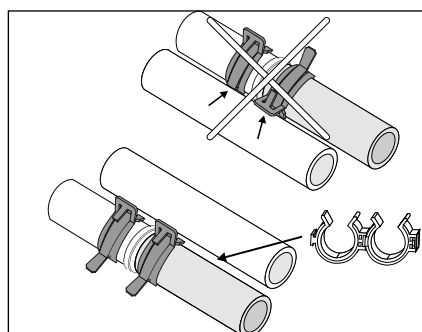

Рис. r12
- Избегайте соприкосновения зажимов с другими шлангами (рис. r12).